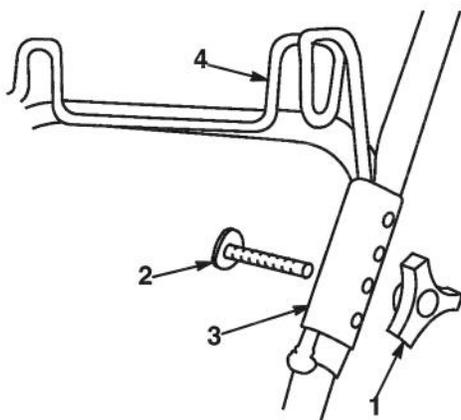

Figure 44
6. Retirer le bouton et le boulon fixant les parties supérieure et inférieure du côté gauche du guidon (Fig. 44).